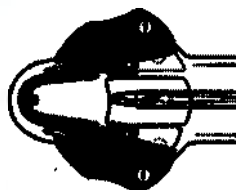

Рисунок 8.
- 3.3. Отпустить синие зажимы, как показано стрелками возле цифры 3 в окошке проксимальной закупорки HEARTSTRING III (рисунок 8). Провести осмотр проксимальной закупорки HEARTSTRING III, чтобы убедиться в правильности ее загрузки в трубку устройства доставки и отсутствия ее уширения.